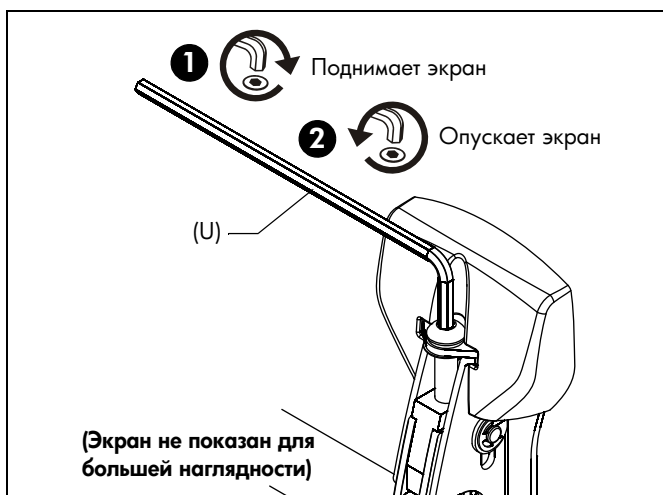

рис. 10
1. Поверните вправо (затянуто), чтобы поднять сторону экрана. (См. рис. 10)